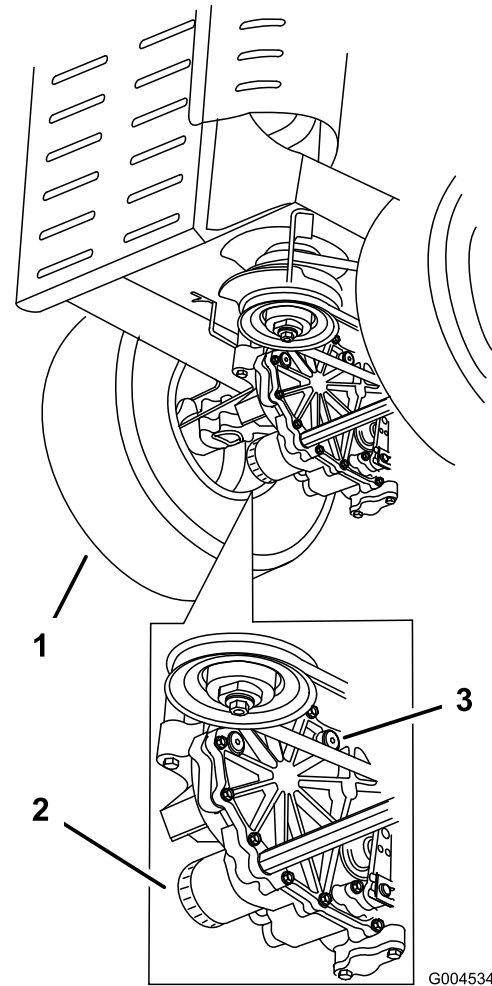

Figure 52
4. Nettoyez soigneusement la zone autour des filtres. Il est important de ne pas contaminer le système hydraulique (Figure 52).
5. Dévissez les filtres et laissez l'huile s'écouler du système d'entraînement (Figure 52).